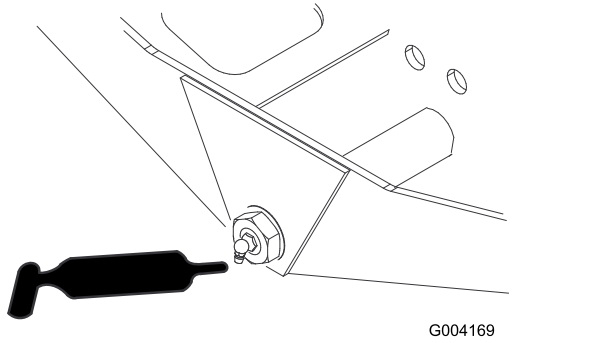

Figura 43
- Pivote de dirección (1) (Figura 43)